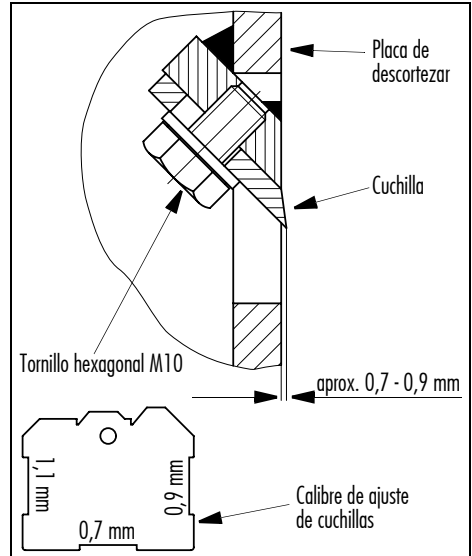

Figura 11 - Ajuste de cuchillas
- Ajuste las cuchillas con la ayuda del calibre de ajuste de cuchillas, de manera que sobresalgan uniformemente de la placa de descortezar (véase Figura 11 - **Ajuste de cuchillas**).
Para ello se deben desmontar las cuchillas (véase Figura 11 - Ajuste de cuchillas).